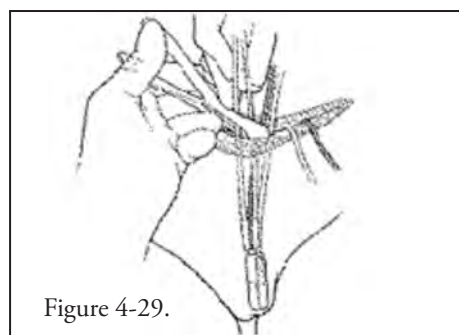

Figure 4-29.
14. Placer la pompe dans la poche, le bouton de désactivation dirigé vers l'extérieur de sorte à pouvoir être palpé. Acheminer la tubulure de la pompe jusqu'à l'espace inguinal. (**Figure 4-29**)